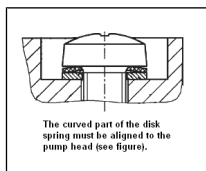

Afb. 9: Explosietekening van pompkop
9. Draai op beide pompkoppen de kopschroef (6/Afb. 9) in het kopdeksel (5/Afb. 9) los.
10. Verwijder het kopdeksel van de tussenplaat (2/Afb. 9).
1. Verwijder van de tussenplaten (2/Afb. 9) de ventielen (4/Afb. 9).
Verwijder de O-ringen (3/Afb. 9).
3. Plaats de nieuwe ventielen (**4/Afb. 9**) in de tussenplaten (**2/Afb. 9**).
Plaats de nieuwe O-ringen (**3/Afb. 9**) in de tussenplaten (**2/Afb. 9**).
5. Plaats het kopdeksel (**5/Afb. 9**) op de tussenplaten (**2/Afb. 9**) volgens de viltstiftmarkeringen (**M/Afb. 6**).
6. Draai op beide pompkoppen telkens de kopschroef van het kopdeksel (**6/Afb. 9**) voorzichtig, licht en handvast aan (aandraaimoment: 60 Ncm).